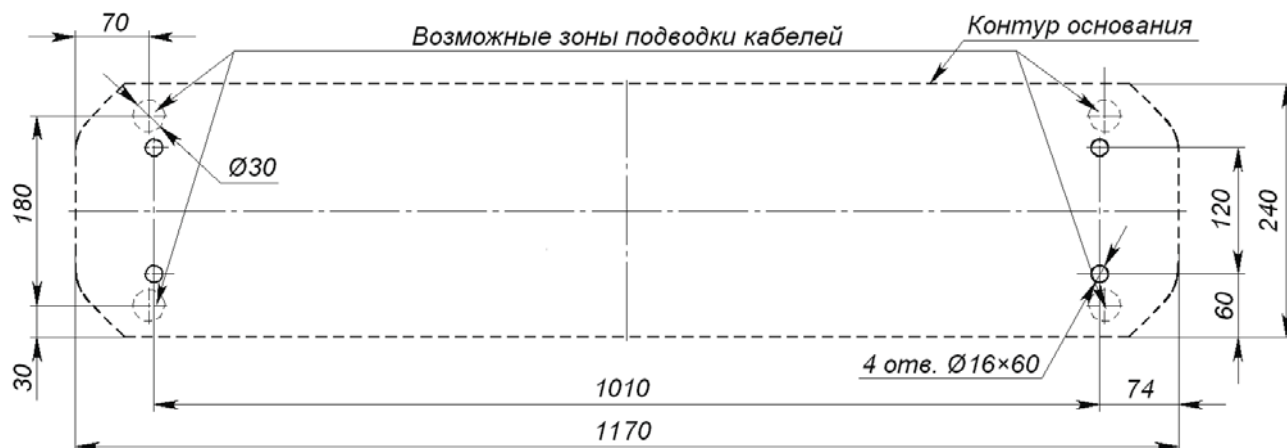
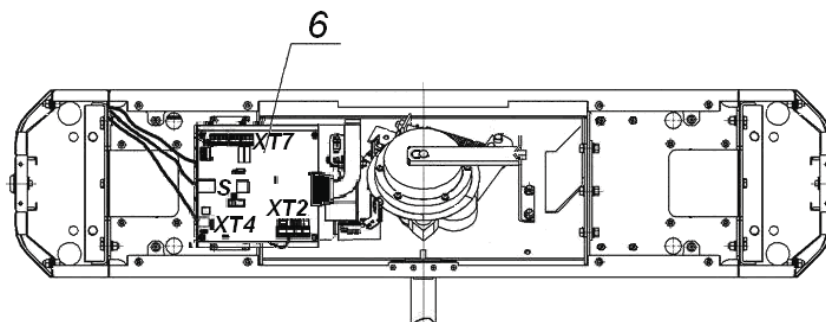

Рисунок 8 Схема разметки для установки стойки ЭП
Рисунок 9 Схема прокладки кабелей в стойке ЭП:
- производить разметку установочных отверстий в соответствии с рис. 8;
2. Подготовьте в полу отверстия под гильзы анкеров для крепления стойки ЭП (см. рис. 8). При необходимости прокладки кабелей под поверхностью пола подготовьте в полу кабельный канал, подходящий к зоне ввода этих кабелей в стойку ЭП. Установку и крепление стойки производите после прокладки всех кабелей в кабельном канале и внутри стойки. Прокладка кабелей внутри стойки показана на рис. 9.
5. Снимите крышку турникета (3), открыв ключом замок (4, см. разд. 6).
Для переустановки механизма картоприемника (8, рис. 9) на противоположную сторону, т.е. на сторону считывателя АЗ (см. рис. 9), необходимо выполнить следующие действия:
1. Снимите крышку (3) в порядке, указанном в разд. 6.
2. Извлеките контейнер картоприемника (12), открыв замок (13).
3. Извлеките заглушку (14) с противоположной стороны, открыв замок (15).
4. Демонтируйте торцовые крышки (9, 10); каждая крышка крепится двумя винтами М4х16 и двумя шурупами Ø4,2х19 снизу со стороны контейнера (12) или заглушки (14); кабели считывателей, находящихся внутри торцовых крышек, от платы контроллера (6, рис. 9) не отсоединяйте.
6. Демонтируйте заглушку (11) из торцовой крышки (9) и установите ее в торцовую крышку (10); заглушка крепится двумя шурупами Ø2,9х9,5.
7. Отсоедините кабель картоприемника (9, рис. 9) от платы картоприемника А1.
9. Подсоедините кабель картоприемника (9, рис. 9) к плате картоприемника согласно схеме рис. 12 Приложения А и рис. 4.
11. Установите в рабочее положение контейнер картоприемника (12) со стороны механизма картоприемника, а заглушку (14) – с противоположной стороны.
12. Установите крышку (3) в рабочее положение (см. разд. 6).